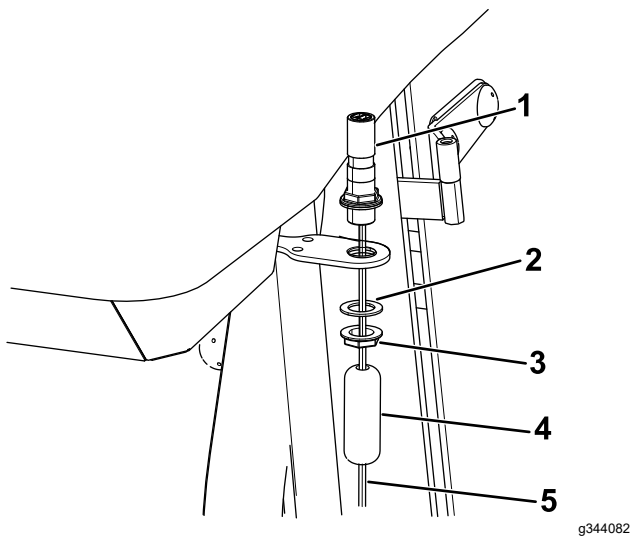

Figura 16
1. Instale la base de la baliza en el soporte de la baliza (Figura 16).